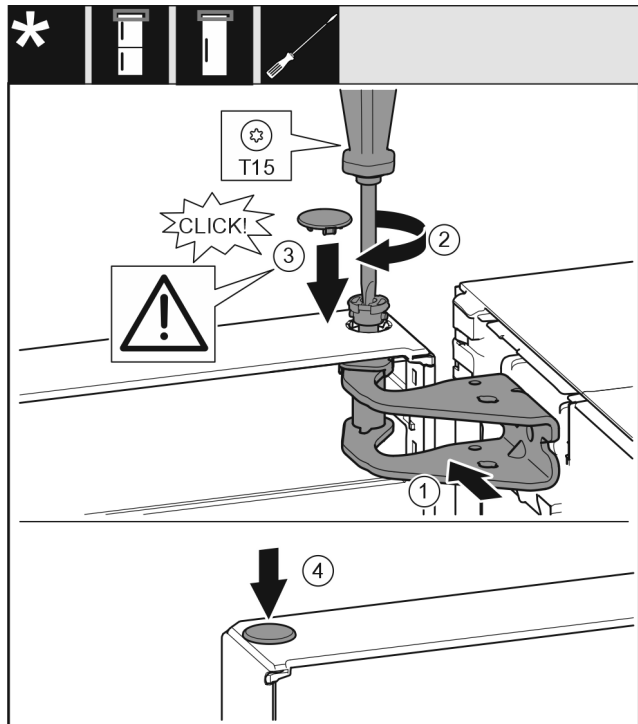

Fig. 21
- ▶ Kohdista ovi ylhäältä laakeripukin aukkoon. Fig. 21 (1)
- ▶ Aseta pultit Fig. 21 (2) ja kierrä kiinni ruuvimeisselillä.
- ▶ Oven varmistavan suojakannen Fig. 21 (3) asennus: Aseta suojakansi ja tarkasta, että se on oven päällä. Aseta pultit muuten kokonaan sisään.
- ▶ Aseta tulppa Fig. 21 (4).